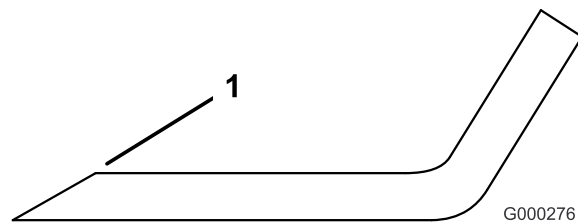

Figure 74
1. Au moyen d'une lime, aiguisiez les tranchants aux deux extrémités de la lame (Figure 74). Veillez à conserver l'angle de coupe d'origine. Limez la même quantité de métal sur chacun des deux tranchants pour ne pas déséquilibrer la lame.